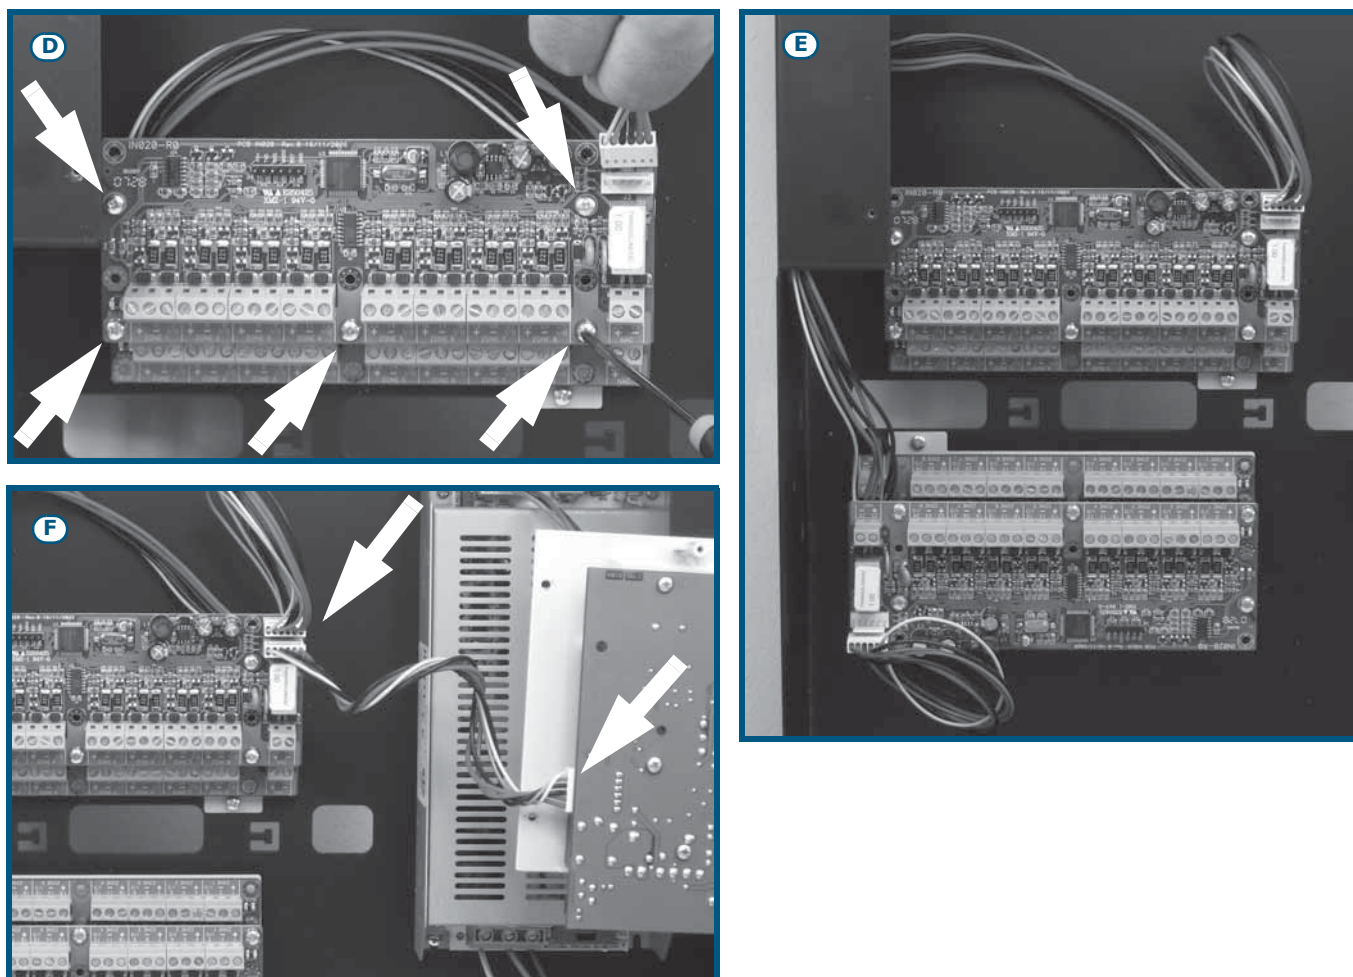

Figura 11 - Montaje del módulo de expansión - 2
6. Fijar el segundo módulo de expansión sobre las columnas metálicas (Figura 11 - [D]).
10. Conectar el tercer módulo con el segundo (Figura 11 - [E]).
11. Conectar el primer módulo con la central utilizando el correspondiente conector (Figura 11 - [F]).